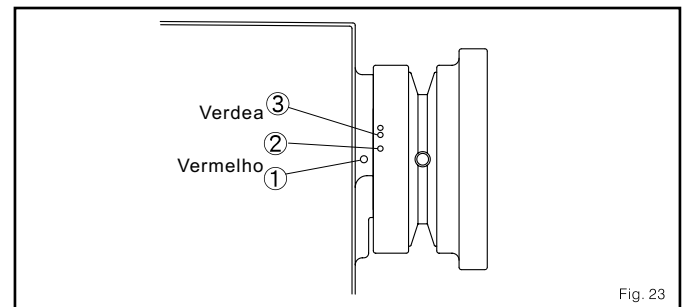

Fig. 23
1. a posição correta de coordenação da leva rebordeadora de FIOS (Fig.22, Fig.23)
- (1) alinhe as marcas no braço disto máquina e na talha. (Fig.23)
- (2) quando começar a costura, comece os pontos em baixa velocidade. (800 spm)